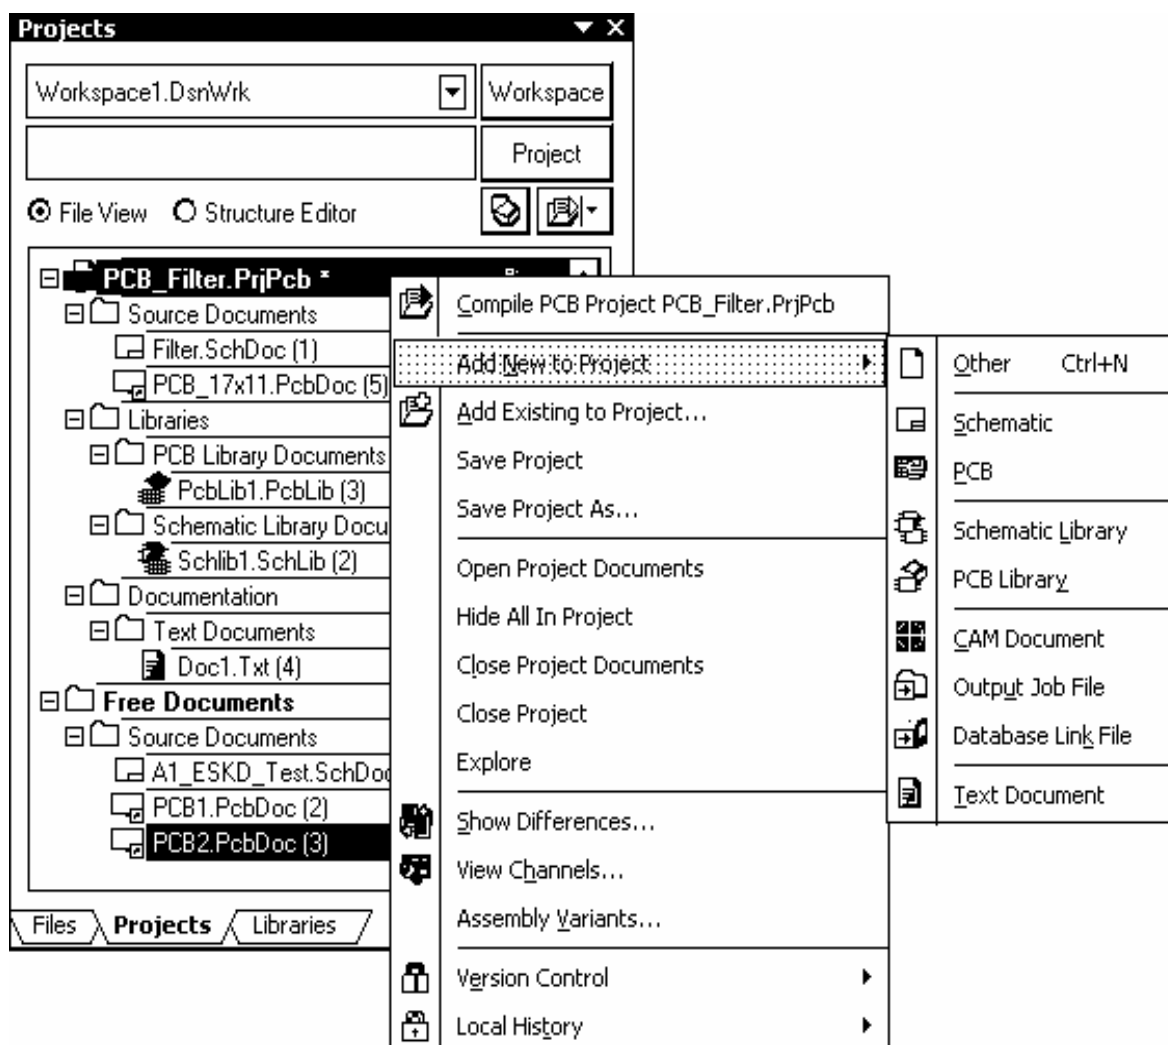

Рис. 2.2
1. Указать курсором на имя проекта в плавающей панели Projects и щелчком правой клавиши мыши вызвать контекстное меню (рис. 2.2), в котором активизировать команду Add New to Project или Add Existing to Project.